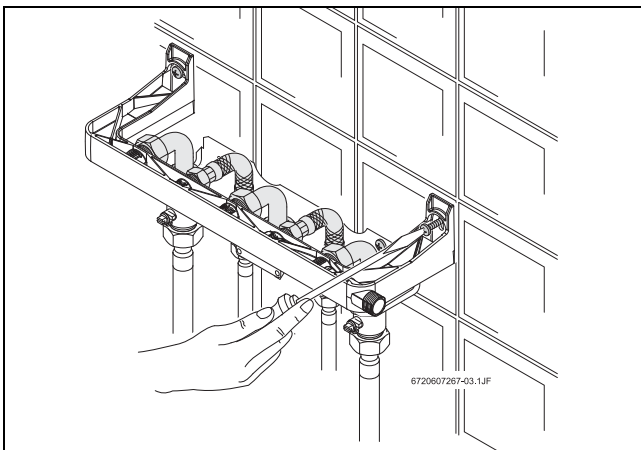

Рис. 20 Фиксация установочного комплекта
► Прикрутить шаблон к стене (рис. 20).